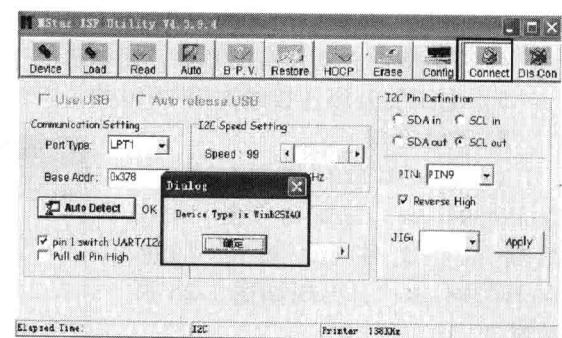

图 1-31
4) 单击“Connect”按钮，出现图 1-31 所示的提示，则表示连接成功。